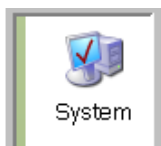

FIG. 123
2. Fare doppio clic sull'icona del sistema (FIG. 123).